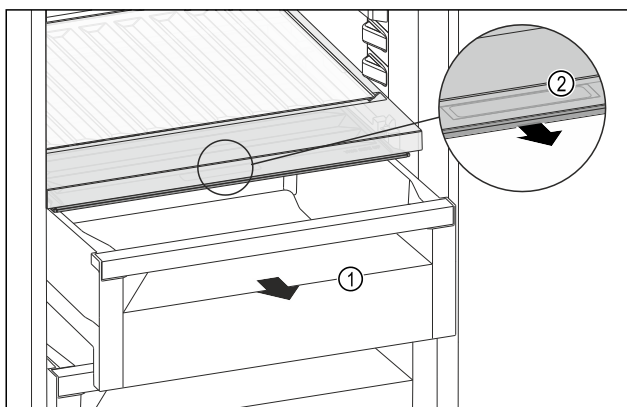

Fig. 230
- ▶ Zásuvku Fig. 230 (1) vytáhněte.
- ▶ Uchopte prohlubeň pro rukojeť Fig. 230 (2) na víko zásuvky a současně zatáhněte za víko zásuvky směrem dopředu.